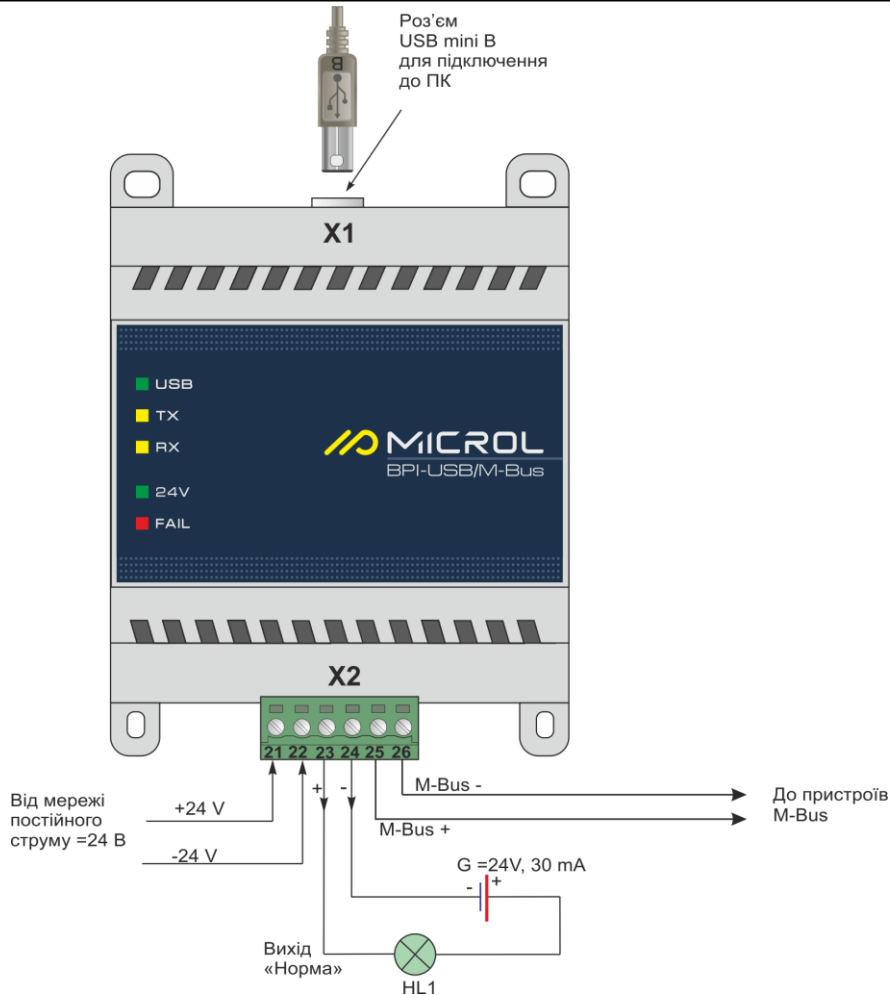

Рисунок 3.5 – Схема зовнішніх підключень перетворювача БПІ-USB/M-Bus
3.4.1 Під'єднайте живлення 24 В до відповідних клем перетворювача, дотримуючись полярності ланцюгів (див. рисунок 3.5).